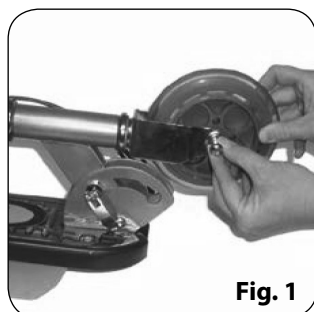

Fig. 1
2. Coger la rueda delantera y montarla en la horquilla delantera del monopatín. Ver Fig. 1